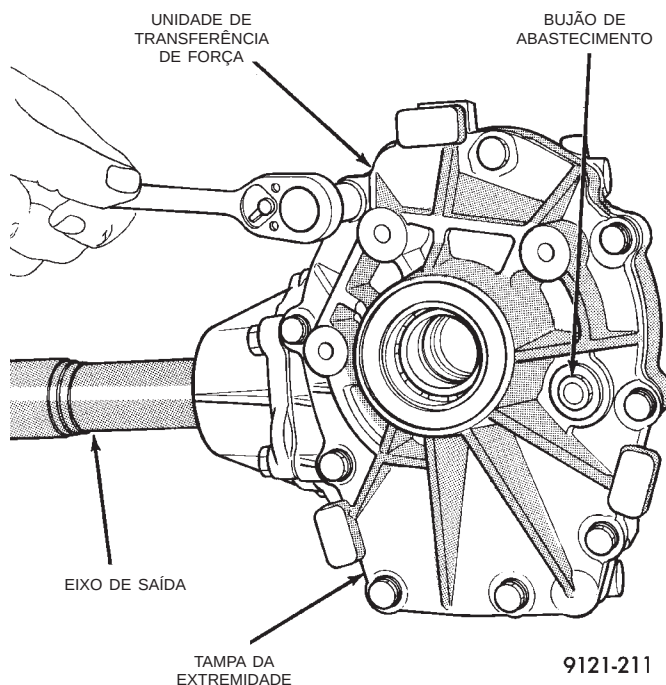

Fig. 15 Parafusos da Tampa da Extremidade do P. T. U.
(1) Remova os parafusos da tampa da extremidade do P. T. U. (Fig. 15).